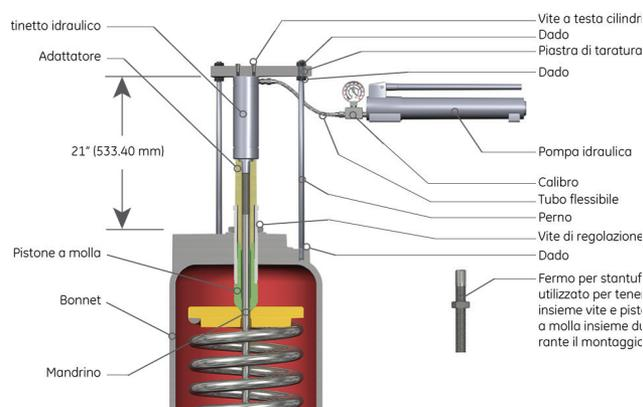

Figura 15: Impostazione del dispositivo per orifizio V e W
- Fissare il dispositivo di regolazione (vedere Figura 15).
7. Rimuovere le viti prigioniere (14) e sollevare il bonnet (11).